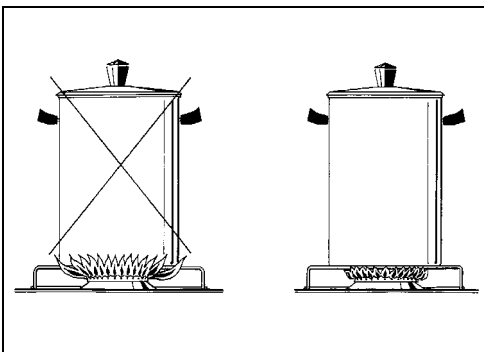

Fig.14
- Utilisez les casseroles appropriées pour chaque brûleur (voir la Fig. 14 et le Tableau B)